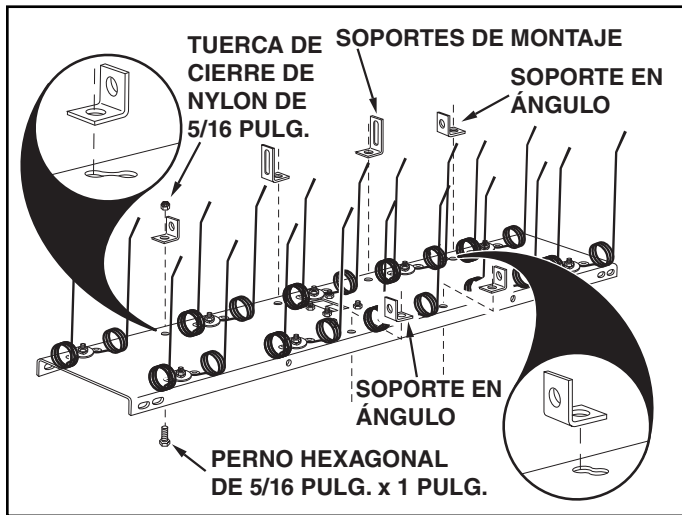

FIGURA 1
1. Acople dos soportes de montaje del brazo del enganche (largos) y dos soportes en ángulo (cortos) (J) a la base de la plancha de púas en la parte trasera. Use pernos hexagonales (D) de 5/16 pulg. x 1 pulg. y tuercas de cierre de nylon (I) de 5/16 pulg. **No apriete todavía.** Coloque los soportes como se muestra en la figura 1.
2. Instale los dos soportes en ángulo al frente de la base de la plancha de púas. Use dos pernos hexagonales (D) de 5/16 pulg. x 1 pulg. y tuercas de cierre de nylon (I) de 5/16 pulg. **No apriete todavía.** Coloque los soportes como se muestra en la figura 1.
- Apriete** los pernos y las tuercas instalados en la figura 1.